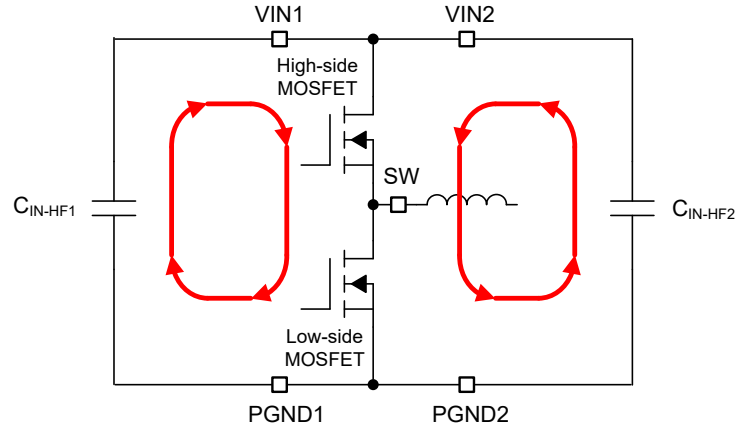

図 8-30. 入力電流ループ
**図 8-30** は、LM63440-Q1 または LM63460-Q1 電力段の高周波数スイッチング電流ループを示しています。降圧コンバータのトポロジカル アーキテクチャは、パワー MOSFET や入力コンデンサに  $di/dt$  が特に大きな電流が流れることを意味し、この実効電流ループ面積を最小化して、寄生インダクタンスを低減することが必須となります。LM63440-Q1 と LM63460-Q1 の両方について、IC パッケージのそれぞれの側に配置されている VIN および PGND ピンに基づく入力コンデンサのデュアル配置と対称配置に注意してください。高周波電流は 2 つに分割され、関連する磁界の寄与が互いに打ち消し合うように効果的に逆方向に流れ、EMI 性能が向上します。